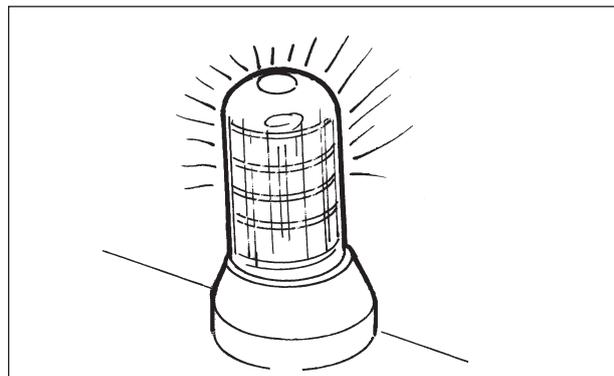

Abb.2-39
- Bei Straßenfahrten die Straßenbeleuchtung oder bei Bedarf die Rundum-Warnleuchte tagsüber und nachts einschalten (Abb. 2-39).